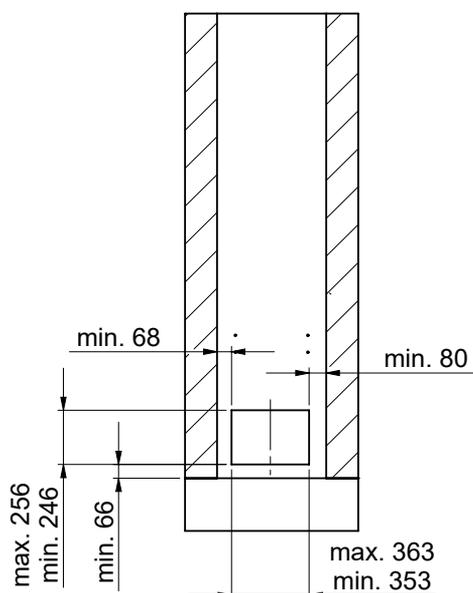

Fig. 28 Canalizzazione a muro per paratia antifiamma
► Realizzazione del condotto a parete per paratia antifiamma secondo lo schizzo Fig. 28.